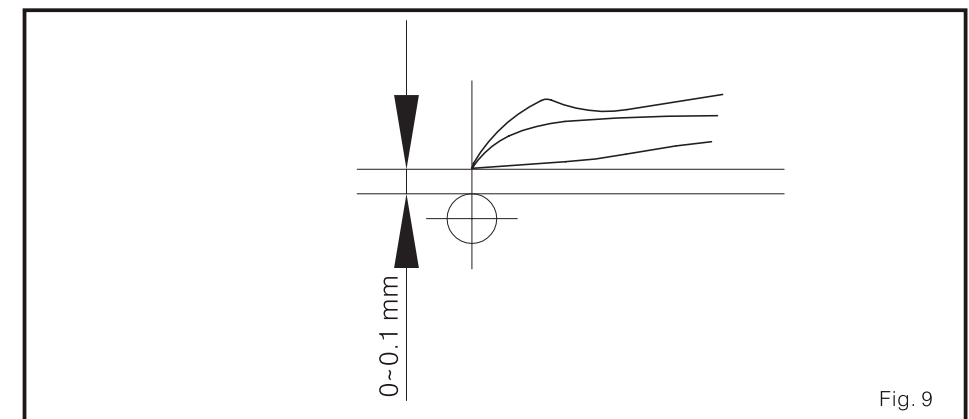

Fig. 9
Quando o looper se mova de esquerda para direita e então para a parte posterior central da agulha a distância, entre a gorjeta do looper e a agulha deve ser de 0-0.1 mm. porém, o looper não deve tocar a agulha. (Fig. 9)
- (2) avança o apoio do looper de atrás adquirir um espaço entre a gorjeta do looper e a parte posterior da agulha de menos de 0.1 mm como se mostra no Fig. 9. depois, ajuste o parafuso fixo 6. (neste momento, O looper serão atrás da agulha,)
- (3) quando você estiver costurando, escolha a agulha que depende o grossura do tecido. Siga as descrições prévias para ajustar o movimento do looper.